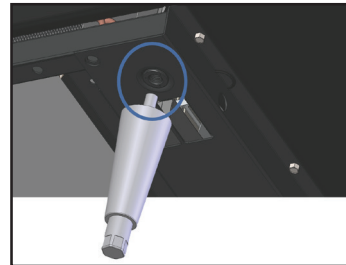

Abb. 3. Suchen Sie die Gewindebohrung in der Schiene.
1. Greifen Sie auf die Unterseite des Schrankes zu, indem Sie ihn vorsichtig auf seine Rückseite legen. Suchen und entfernen Sie die Nivellierbeine von den 1/2" Gewindeeinsätzen. Siehe Abb. 3.